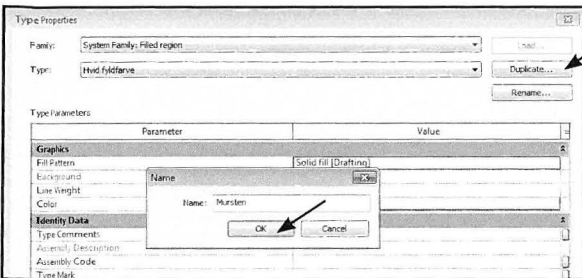

Fig. 15.83. Tag en kopi, ved at klikke på *Duplicate*, navngiv og tryk OK.
- Tryk *Duplicate*, navngiv Mursten og tryk OK (Fig. 15.83).